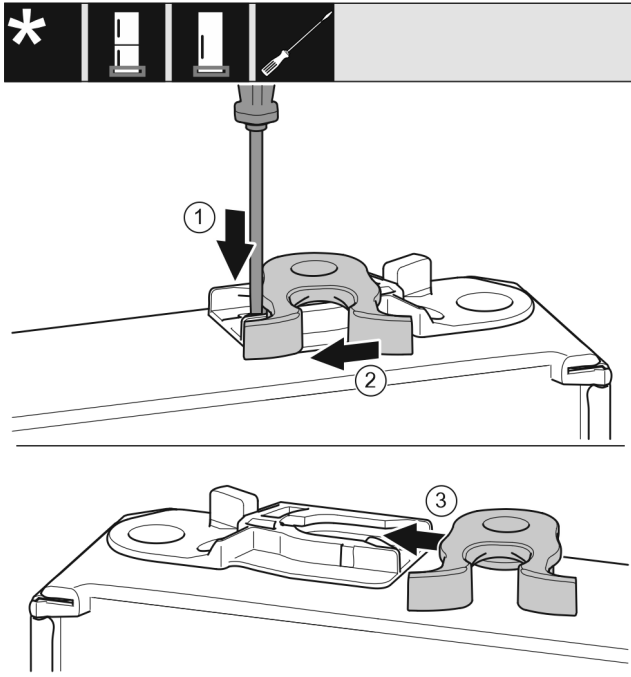

Fig. 24 *
- Shtypni për poshtë gjuhëzën Fig. 24 (1) me një kaçavidë me kokë petë.*
- Nxirrni jashtë nga foleja udhëzuese grepat e mbylljes Fig. 24 (2).*
- Futni grepat e mbylljes Fig. 24 (3) në fole të udhëzuese në anën tjetër.*